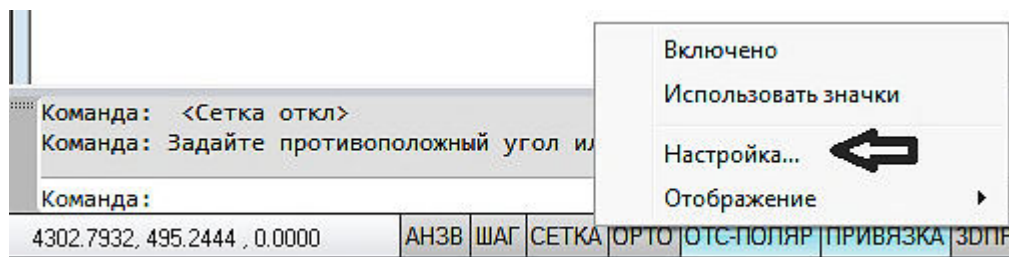
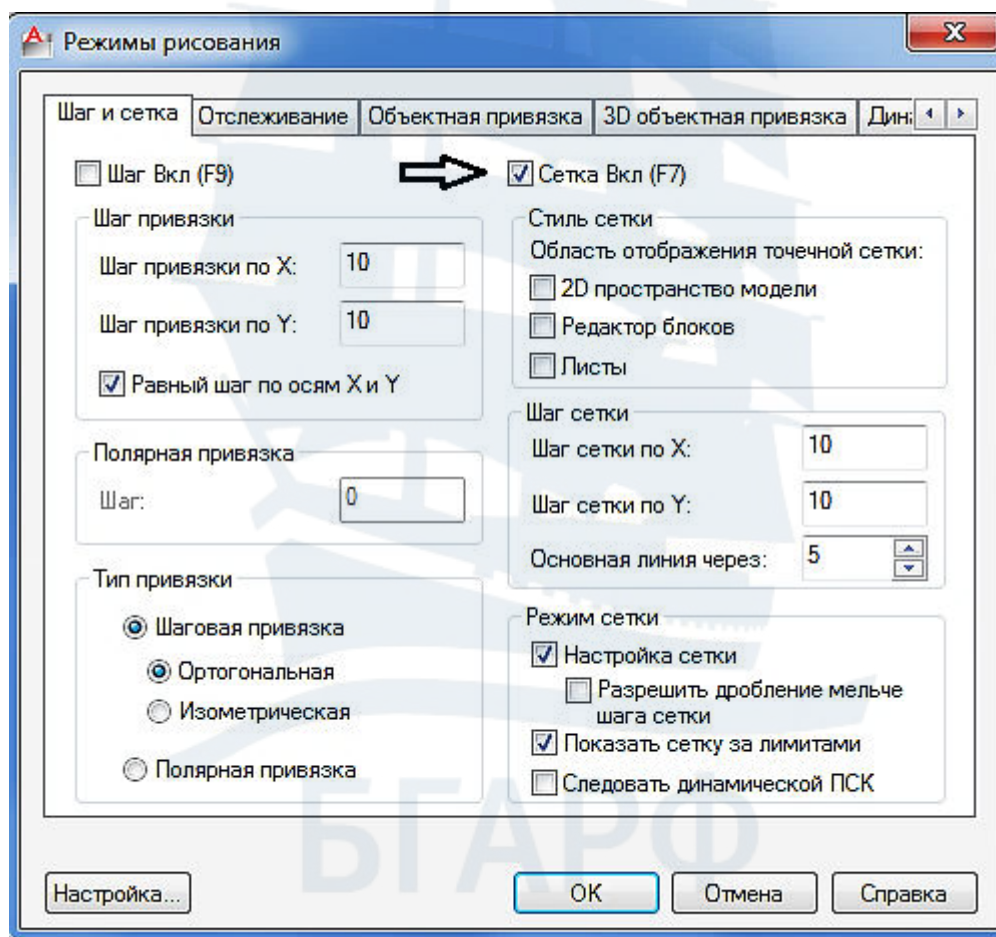

Рис. 44
Рис. 45
- подвести курсор к кнопке **СЕТКА** в строке состояния и правой кнопкой мыши вызвать контекстное меню, в котором выбрать **Настройка** (рис. 44). В появившемся окне **Режимы рисования** на вкладке **Шаг и сетка** установить или убрать галочку рядом с **Сетка Вкл (F7)** (рис. 45). В более поздних версиях (AutoCAD 2017, AutoCAD 2018) следует подвести курсор к кнопке **Отображение сетки чертежа** в строке состояния, щелкнуть правой кнопкой и выбрать **Параметры сетки** –появится окно **Режимы рисования**;
Так же в окне **Режимы рисования** (рис. 45) можно изменить параметры сетки. По умолчанию шаг сетки по осям X и Y равен **10 мм**.